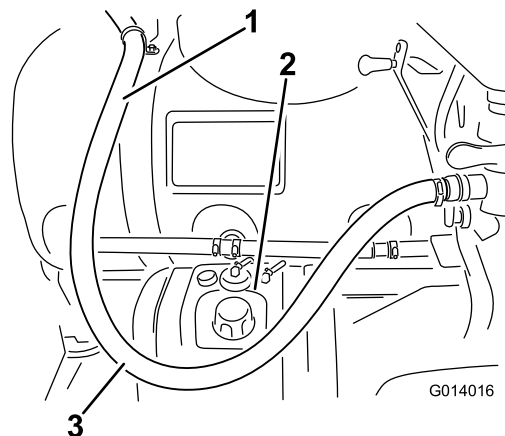

図 25
3. ホースの配線を確認する。ホースに 図 25 のように十分なたるみがあること（エダクタを降下させられる）を確認する。